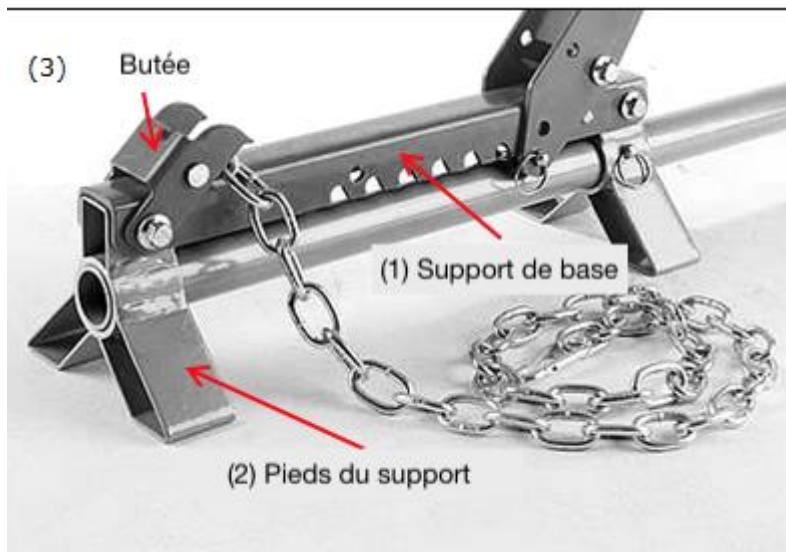

Figure 1
1. Montez d'abord le support de base (1) sur les pieds (2) avec la butée (3). Pour ce faire, utilisez les vis (M10*55, les rondelles M10 et les vis M10 à monter en sens inverse. Voir la figure 1 pour le montage correspondant.